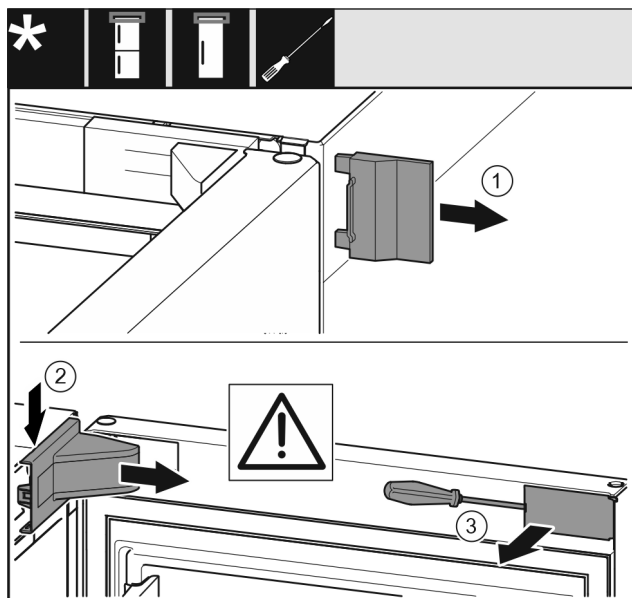

Fig. 8
- Buitenste afdekking Fig. 8 (1) wegnemen.
- Lagerbokafdekking Fig. 8 (2) ontgrendelen en wegnemen.
- Paneel Fig. 8 (3) met een platte schroevendraaier ontgrendelen en opzij draaien.